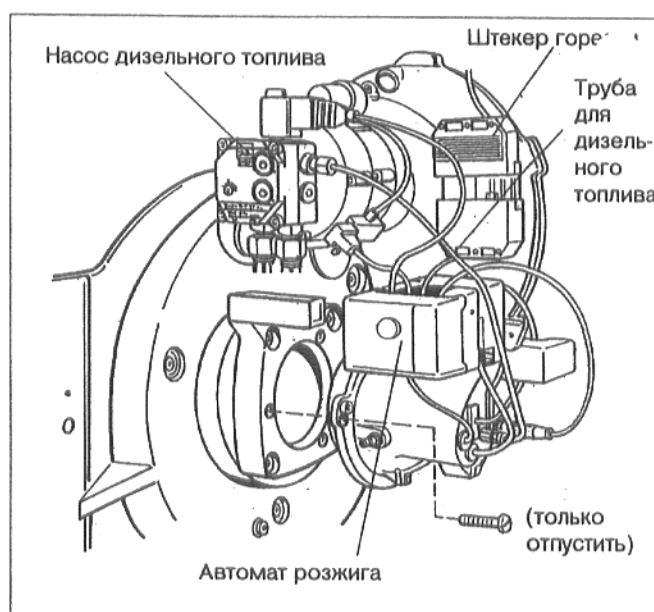

Рис.7: Демонтаж
- Вынуть штекер горелки (рис. 7).
- Ослабить винты байонетного крепления горелки (**5-6 оборотов - прибл. 15 мм**) и установить горелку в положение технического обслуживания 1 (рис. 7/8).
- Отвинтить трубу подачи дизельного топлива с насоса дизельного топлива (рис.7).